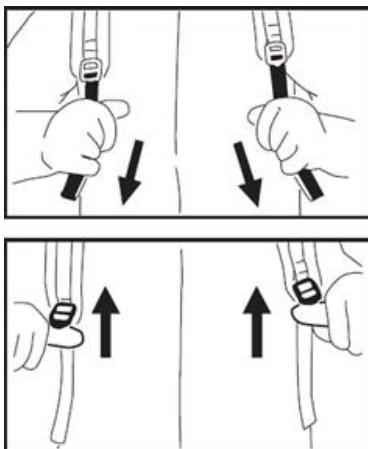

Рис. 9 Настройка ремней
- Потяните ремни вниз, чтобы затянуть их (Рис. 9).